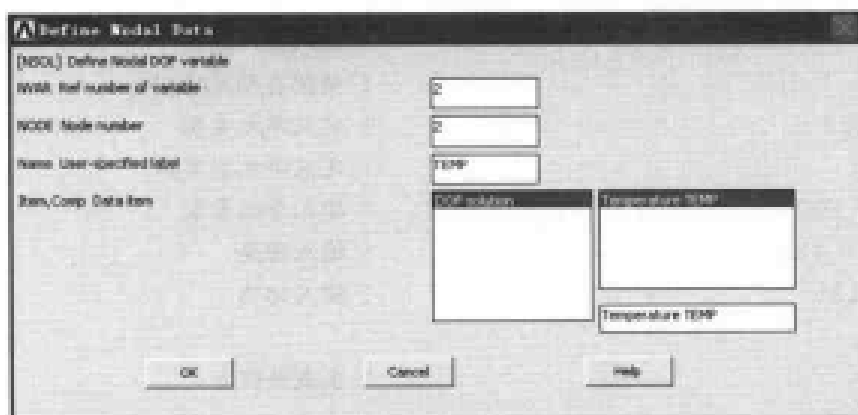

图 10-51 定义节点数据对话框
(6) 选择 Main Menu | TimeHist Postpro | Define Variables 命令, 出现 Defined Time-History Variables 对话框, 单击 Add 按钮, 出现 Add Time-History Variable 对话框, 选中 Nodal DOF result 单选按钮, 单击 Add Time-History Variable 对话框上的 OK 按钮, 出现 Define Nodal Data 菜单, 在文本框中输入 2, 单击 OK 按钮, 出现 Define Nodal Data 对话框, 参照图 10-51 对其进行设置, 单击 OK 按钮关闭该对话框。